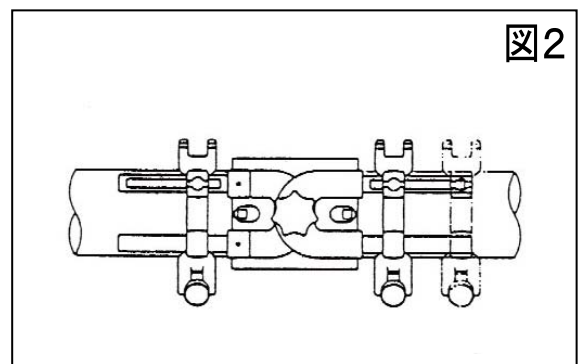

図2
##### ③ローレットノブを緩め、本体を継手の大きさに合わせスライドさせて下さい。（図2）